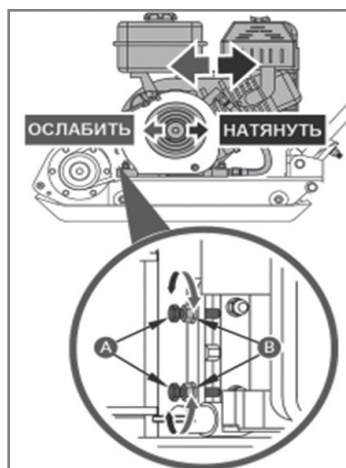

Рис. 24 Регулировка натяжения ремней
2. Ослабьте болты крепления двигателя и сдвиньте двигатель в сторону вибратора Рис.24
5. Сдвигая двигатель в сторону от вибратора, проверяйте натяжение ремней. При этом нужно контролировать, чтобы ремни и шкивы вала вибратора и муфты сцепления были в одной плоскости Рис. 24